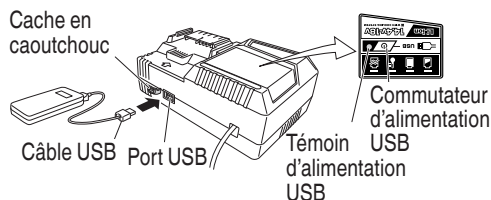

Fig. 8
(2) Mettez le commutateur d'alimentation USB sur marche (Fig. 8)
(3) Connectez le câble USB. (Fig. 8)
○ Mettez le commutateur d'alimentation USB sur arrêt et débranchez le câble d'alimentation de la prise électrique. (Fig. 8)